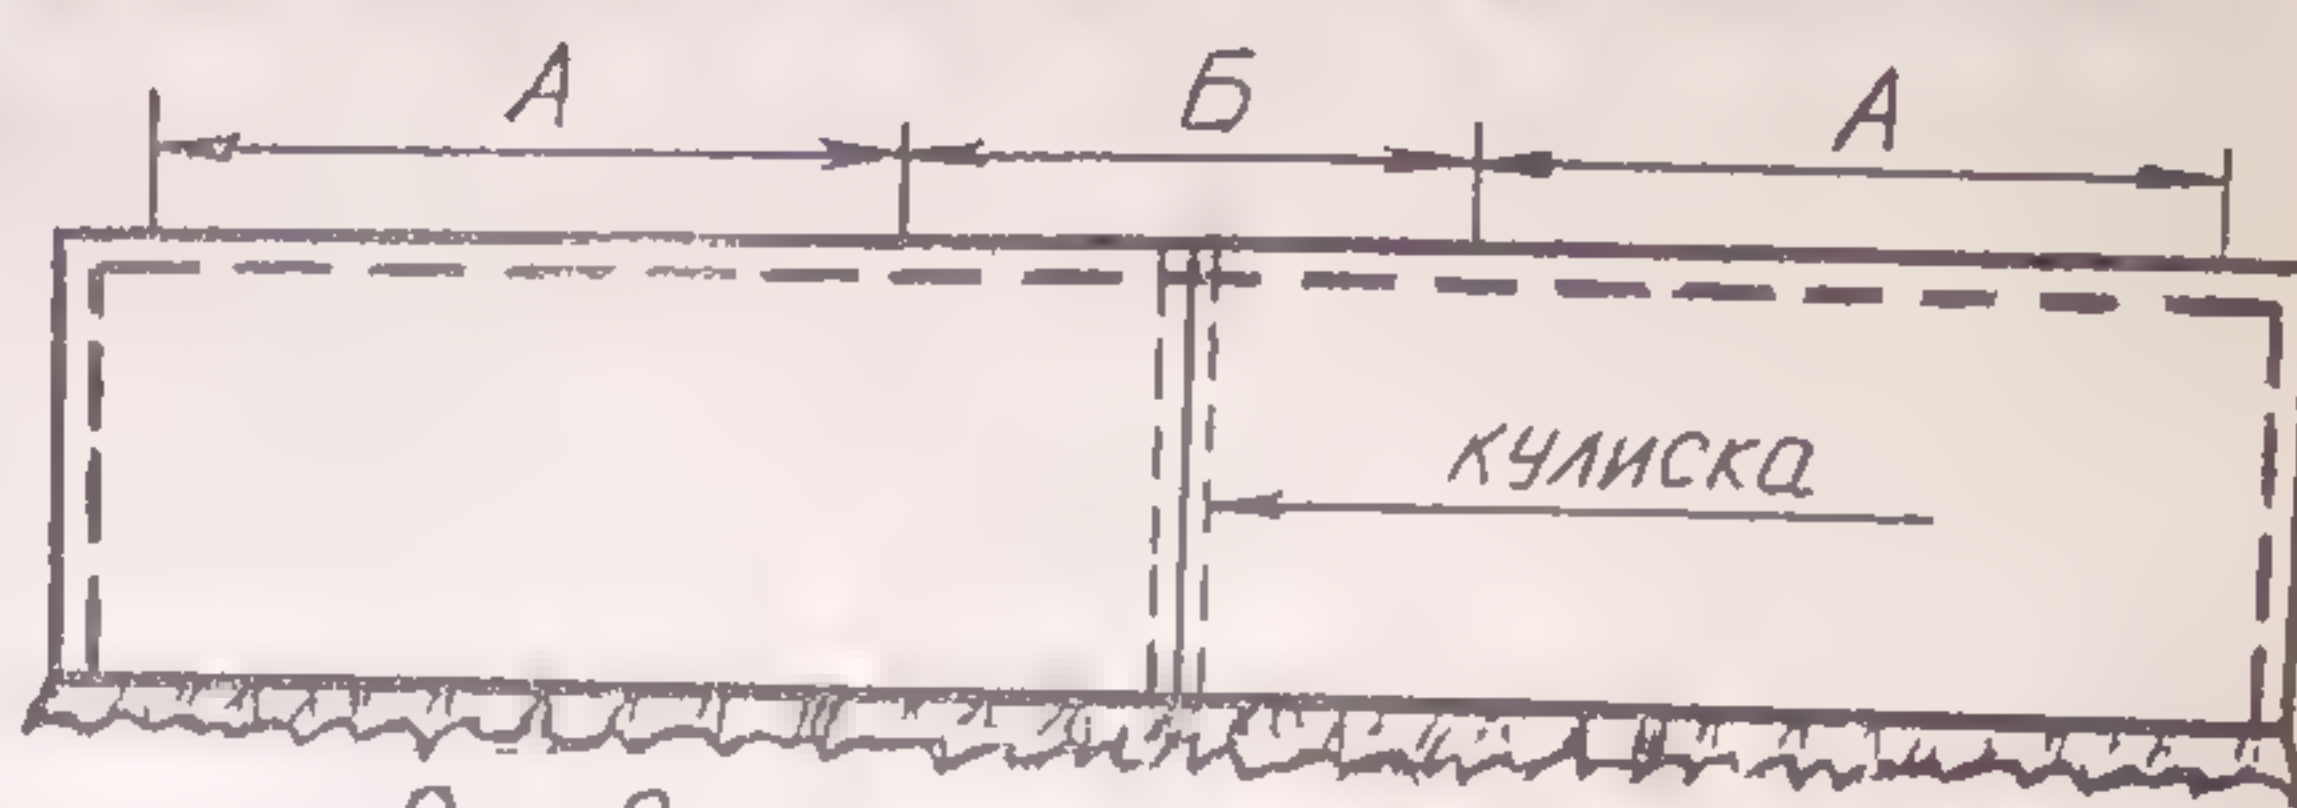

Рис. 2
- полоска ткани (кулиски для тесьмы) шириной 4 см, по длине равная ширине шторы (рис. 2).
Как я уже говорила, штору кроить не нужно. Просто отрезать ткань необходимой длины (рис. 2). Три стороны (они показаны на рис. 2 толстой пунктирной линией) обрабатываем швом в подгибку с закрытым срезом. К нижнему срезу шторы пришиваем присборенную до размеров шторы оборку или тесьму-кружево. Ровно посередине шторы пристрачиваем полоску ткани под двойную кулиску и вдеваем в нее булавкой тесьму (рис. 2). Штора готова.
Отрезок шторы, обозначенный на рис. 2 буквой «Б», натягиваем над окном